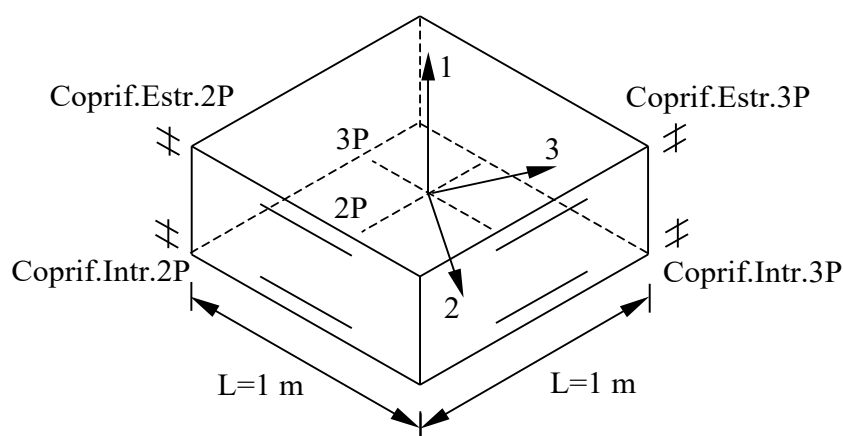

figura.1
- **Coprierri:** i dati contenuti permettono di specificare i coprierri (distanza dal bordo esterno della piastra del baricentro delle barre d'armatura) per l'estradosso e l'intradosso, in direzione 2P e 3P. L'estradosso e l'intradosso sono riferiti al verso dell'asse locale 1 dello shell, come indicato in figura 1, (per il riferimento locale 1,2,3 si veda Comando Shell > Configurazione):